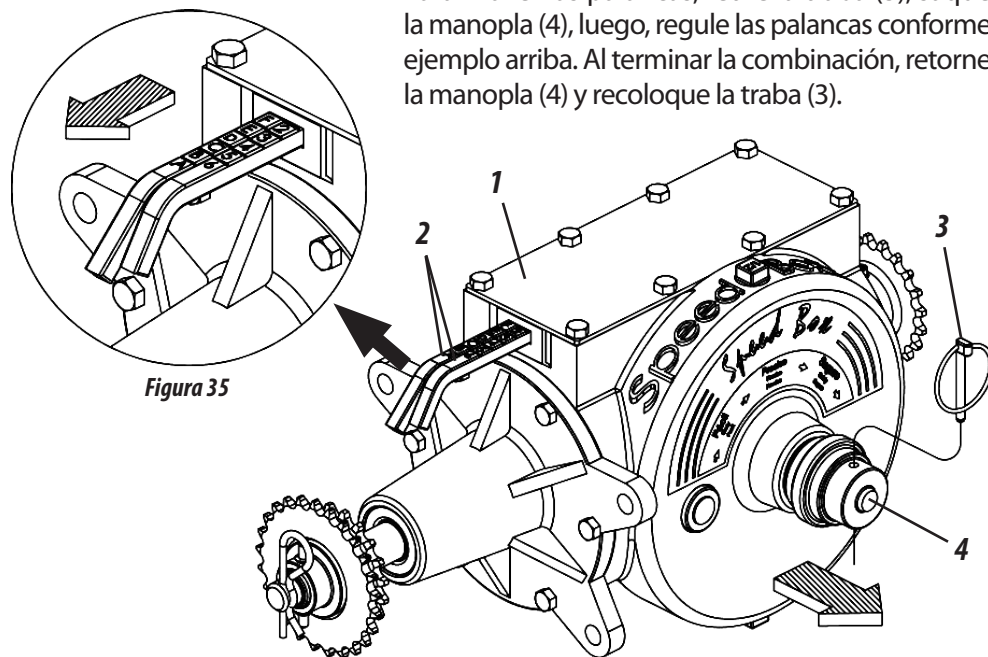

Figura 35
SPEED BOX (FIGURA 35)
- 1- Seleccione la cantidad deseada en las tablas y verifique la combinación correspondiente en las palancas (2). **Ejemplo:** Posición **F2** en la tabla, indica que la palanca con letras debe estar en la posición "**F**" y la palanca con números debe estar en la posición "**2**", conforme muestra la figura 35.
- 2- Para mover las palancas, retire la traba (3), saque la manopla (4), luego, regule las palancas conforme ejemplo arriba. Al terminar la combinación, retorne la manopla (4) y recoloque la traba (3).